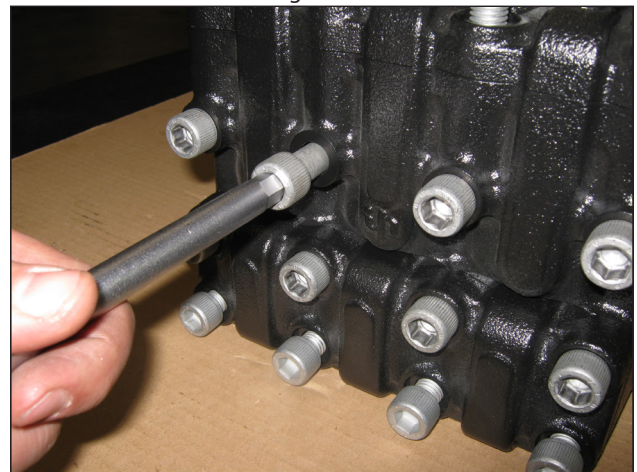

Fig. 42
- A) Solte os parafusos de fixação do cabeçote M12x190, conforme indicado na Fig. 42.